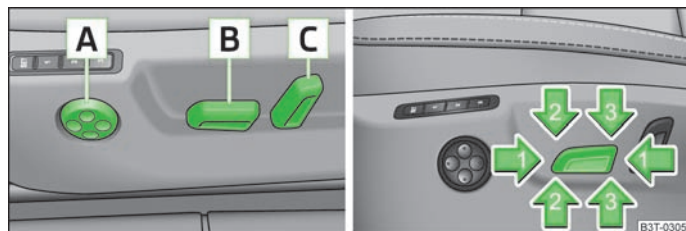

Fig. 55 Organes de commande du réglage électrique des sièges
- Poussez le commutateur **B** » fig. 55 vers l'avant ou vers l'arrière dans le sens de la flèche 1.